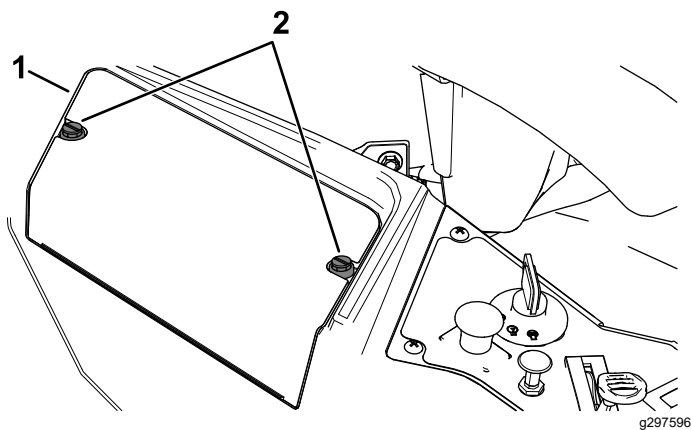

Figura 55
3. Slăbiți cele 2 elemente de fixare de pe capacul bateriei printr-un sfert de tură în sens invers acelor de ceasornic și îndepărtați capacul bateriei (Figura 55).
6. Montai capacul bateriei prin apăsarea i strângerea celor 2 elemente de fixare în sensul acelor de ceasornic (Figura 55).